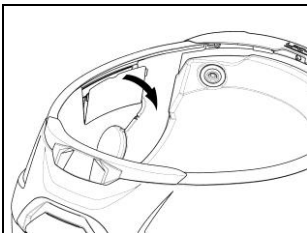

Abb. 1
- Öffnen Sie im linken Bereich des Helms das Fensterchen der Wangenteil-Auskleidung (Abb. 1). Entfernen Sie das Füllmaterial und bewahren Sie es für den Fall auf, dass Sie den Helm ohne eingebautes N-Com-System nutzen möchten.